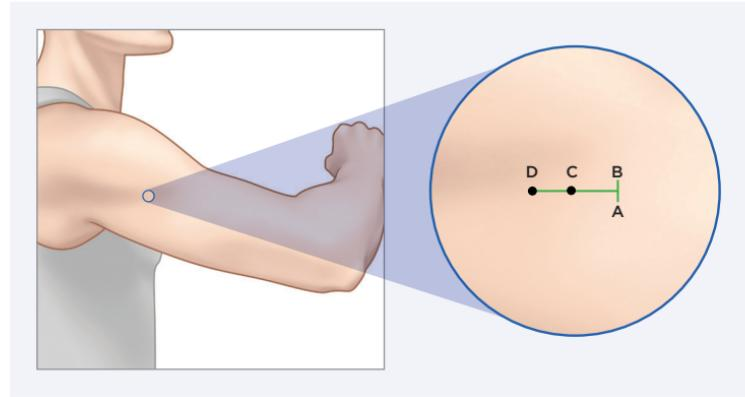

Bild 1
Lokalbedövning (ungefär 2 ml lidokain) bör injiceras ungefär 5 mm längs planerat snitt (längs AB) och ungefär 30 mm vinkelrätt mot planerat snitt (längs CD) som är den tänkta linjen med troakaren. (Bild 1).
Börja snittet vid punkt B (bild 1) och gå mot punkt A, tills snittet är ungefär 5 mm.
- Ta bort troakaren från brickan och för in troakaren i ca 45 graders vinkel mitt emellan A och B (bild 1 och 2) så att spetsen och den avfasade delen på troakaren hamnar under huden, och tills insättningsskydden ligger an mot huden.